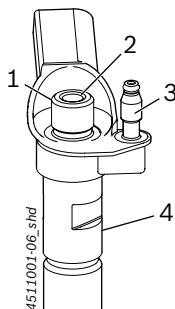

Fig. 7: CRI Piezo
II Sur la plupart des CRI Piezo, le côté le plus long, et donc l'épaisseur de paroi la plus importante se trouve sur le côté du retour (Fig. 7, pos. 3).